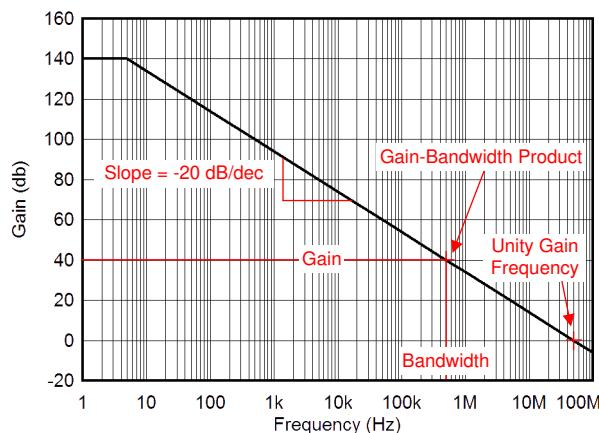

図 7-13. ゲイン帯域幅積とユニティ・ゲイン周波数
小信号のダイナミック特性を最もよく表すアンプのパラメータは、ゲイン帯域幅積 (GBP)、ユニティ・ゲイン周波数 (UGF)、位相マージン (PM) です。GBP は、閉ループ構成でのアプリケーションの帯域幅を決定するのに便利なパラメータです。OPAx828 の閉ループ帯域幅は、式 4 を使用して概算できます。一般に、GBP はアンプの非反転ゲインが 100 (40dB) に構成されている場合の仕様パラメータです。アンプの GBP は通常、全周波数帯域で一定であると想定されますが、高速アンプでは全周波数帯域で一定であるとは限りません。OPAx828 の GBP は、UGF までは一定です。そのため、OPAx828 の開ループ・ゲインは $-20\text{dB}/\text{ディケード}$ の一定勾配 ($-6\text{dB}/\text{オクターブ}$) になります。UGF は、アンプのゲインが 1V/V (0dB) となる周波数として定義されています。図 7-13 に、GBP および UGF の概念を示します。OPAx828 の GBP と UGF は、どちらも 45MHz です。